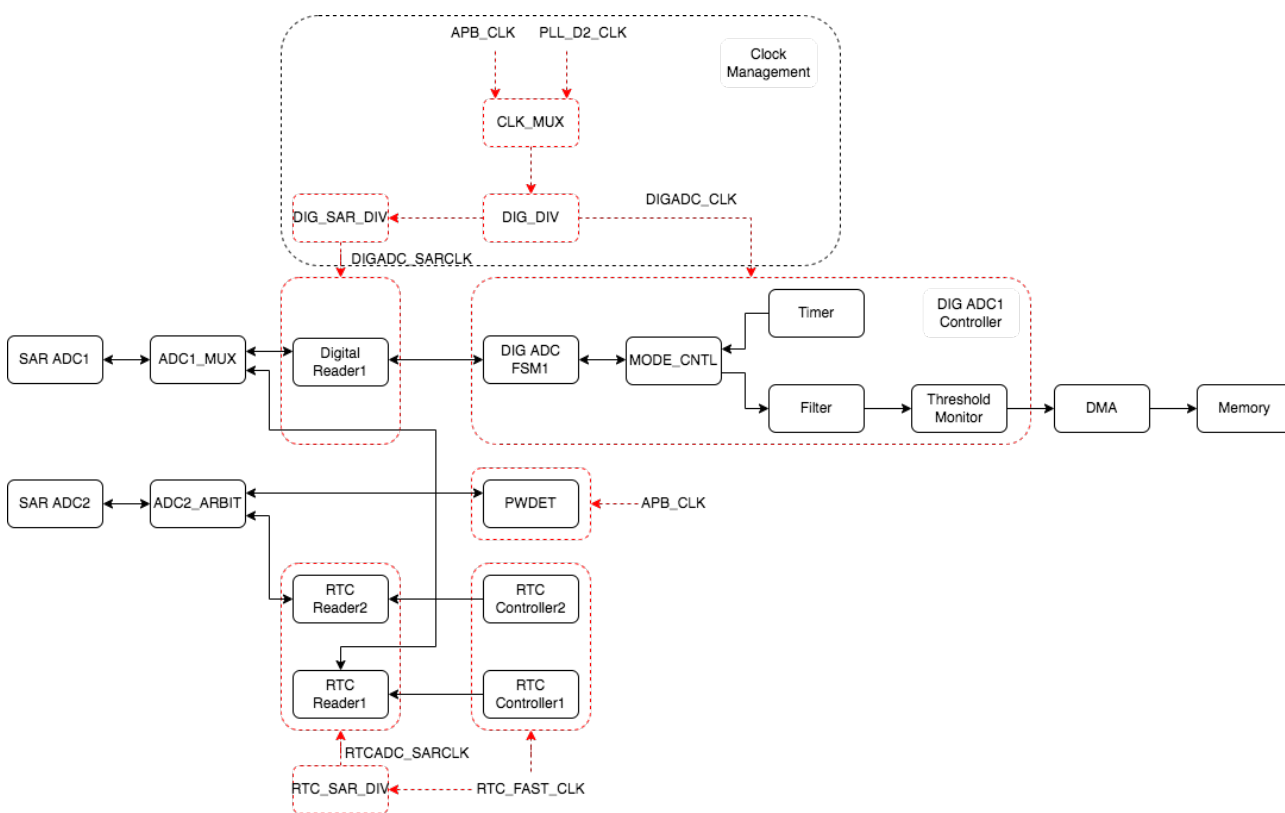

图 39-8. SAR ADC 的功能概览
- 四个控制器均配有独立的 ADC Reader 模块，见图 39-8
SAR ADC 的主要元件与连接情况见图 39-8。
如图 39-8 所示, SAR ADC 模块主要包括以下部分: